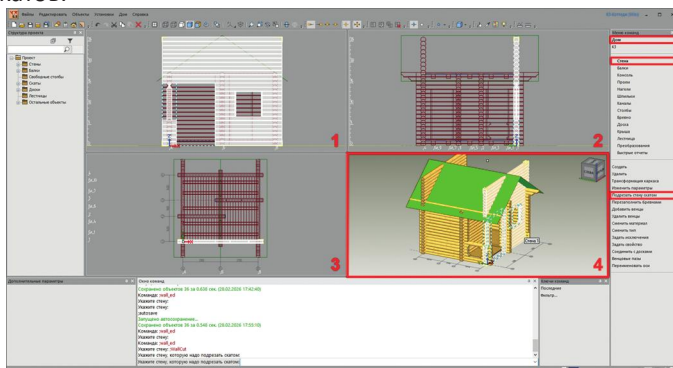

рис. 65
3. Теперь подрежем стены скатами. Переключитесь на вид № 4 и на вспомогательной панели выберите команду **Дом/Стена/Подрезать стену скатом**. Щелчком левой кнопкой мыши укажите **стену 1** (см. рис. 65), затем — один из скатов.